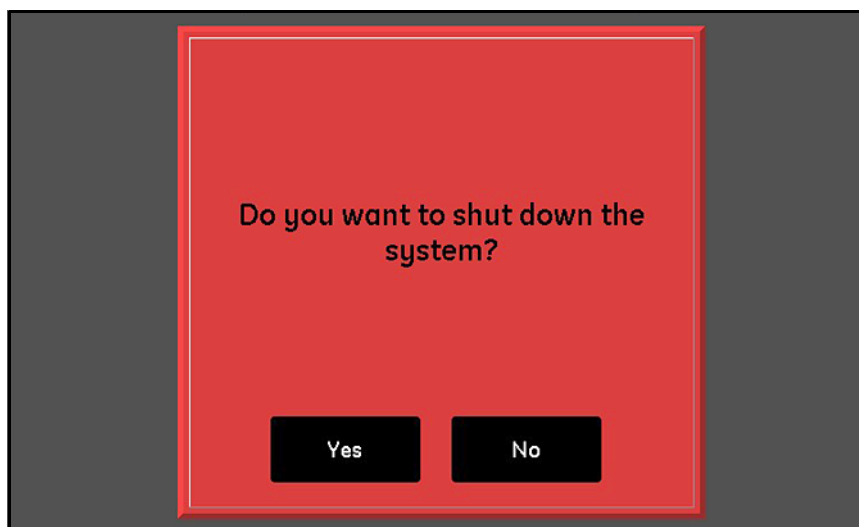

Figura 31: Schermata di conferma dello spegnimento
3. Nella schermata di conferma mostrata nella *Figura 31*, toccare il pulsante **Sì** per spegnere l'unità o toccare il pulsante **No** per annullare la richiesta.
Per spegnere il sistema moisture.IQ, toccare il pulsante **Spegni**. Quindi toccare **Sì** o **No** nella schermata di conferma simile a quella mostrata nella *Figura 31 a pagina 35*.